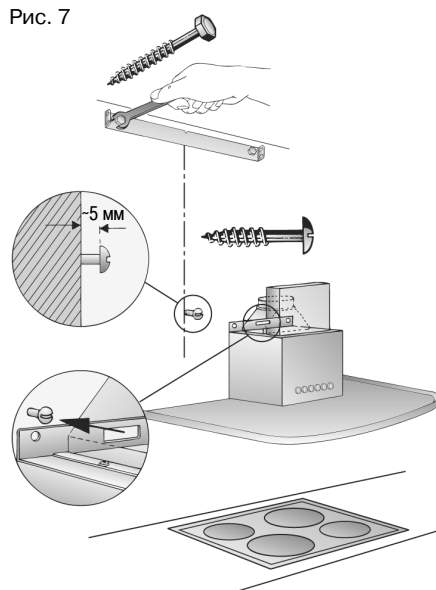

Рис. 8
8. Ввинтите четыре винта с шестигранной головкой с шайбами (рис. 8).
9. Наклейте защитную пленку на отверстия двух нижних монтажных болтов в защитной решетке (рис. 8).